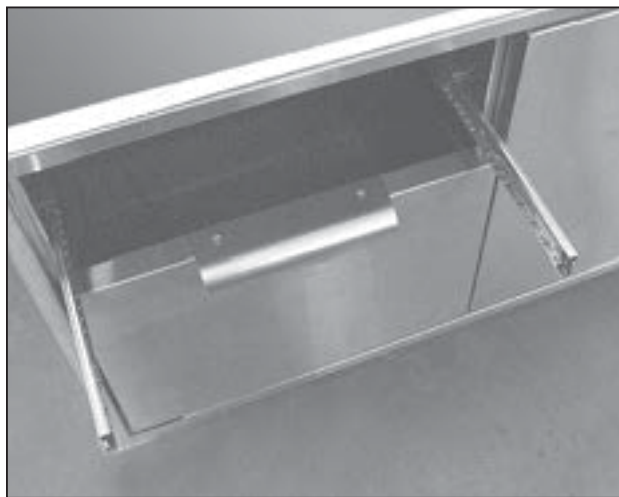

Fig. 60
1. Remonter les tiroirs en étendant leurs guides comme l'indique la Fig. 60.